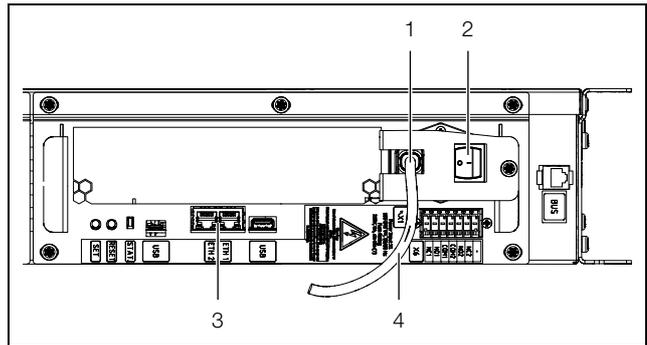

Abb. 15: Anschlüsse im hinteren oberen Bereich
- Schließen Sie das Gerät mit einem Netzwerkkabel über die Ethernet-Schnittstelle an Ihren Computer an (Abb. 15, Pos. 3).